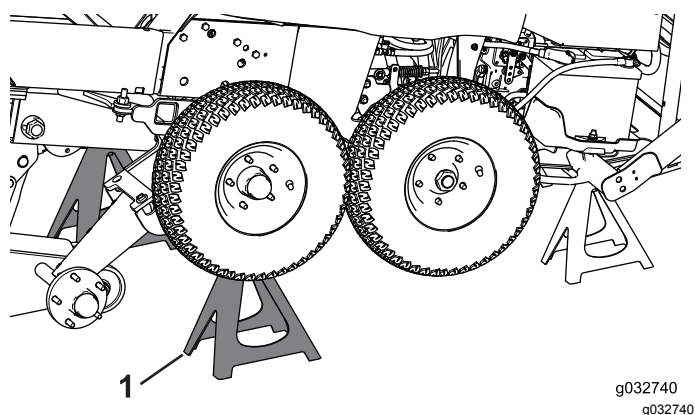

Figure 89
5. Utilisez des chandelles pour soutenir le cadre d'hiver (Figure 89).
6. Déposez les roues avant (Figure 89).